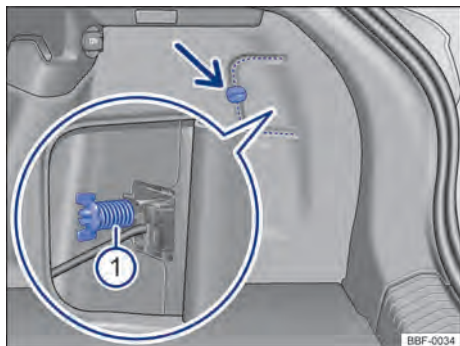
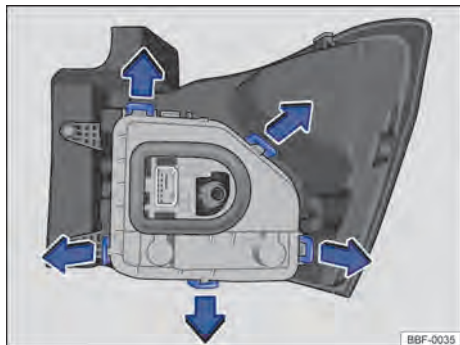

Fig. 189 No compartimento de bagagem: desinstalar cobertura e retirar o parafuso borboleta ① (lupa).
Fig. 190 Lanterna traseira: desinstalar o suporte das lâmpadas
- ① Observar a lista de controle e executar as ações → Página 250.
- ② Abrir a tampa traseira → Página 79.
- ③ Para abrir a cobertura da lanterna, girar a trava → Fig. 189 (seta).
- ④ Abrir a cobertura junto com a trava para o lado.
- ⑤ Soltar o parafuso borboleta ① (lupa) e retirá-lo, segurando, ao mesmo tempo a lanterna traseira.
- ⑥ Puxar cuidadosamente a lanterna traseira para fora, para desencaixá-la da carroceria → ①.
- ⑦ Desencaixar o conector de alimentação das lâmpadas da lanterna, para remover totalmente a lanterna.
- ⑧ Colocar a lanterna traseira sobre uma superfície limpa e lisa.
- ⑨ Para destravar o suporte das lâmpadas, pressionar cada lingueta de travamento → Fig. 190 no sentido das setas.
- ⑩ Remover o suporte das lâmpadas cuidadosamente.
- ⑪ Para remover as lâmpadas incandescentes queimadas pressionar a lâmpada contra o alojamento e girar no sentido anti-horário.
- ⑫ Substituir a lâmpada incandescente queimada por uma lâmpada incandescente nova do mesmo modelo.
- ⑬ Para inserir as novas lâmpadas no suporte das lâmpadas, introduza a nova lâmpada no respectivo alojamento. Pressionar a lâmpada e girar no sentido horário até o batente.
- ⑭ Certificar-se de que as lâmpadas estão corretamente fixadas no suporte das lâmpadas.
- ⑮ Instalar o suporte das lâmpadas na lanterna traseira. As linguetas de travamento → Fig. 190 devem encaixar de forma audível.
- ⑯ Colocar o conector de alimentação na lanterna.
- ⑰ Encaixar a lanterna traseira cuidadosamente no alojamento da carroceria.
- ⑱ Segurar a lanterna traseira na posição de montagem com uma das mãos e aparafusar com a outra o parafuso borboleta → Fig. 189 ①.
- ⑲ Recolocar a cobertura da lanterna em sua posição e girar a trava para fechar.
- ⑳ Fechar a tampa traseira → Página 79.